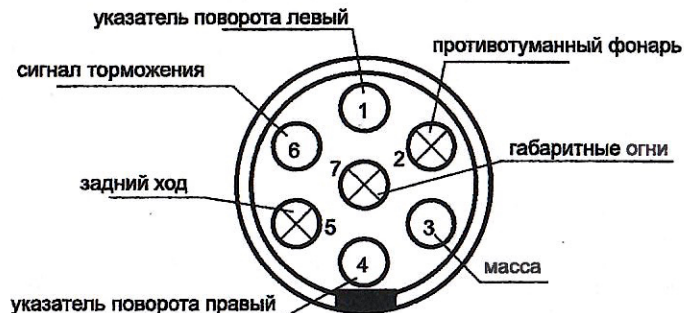

РИС. 2 СХЕМА ПОДКЛЮЧЕНИЯ ЭЛЕКТРООБОРУДОВАНИЯ
- подключить провода от клемм розетки к бортовой сети автомобиля в соответствии со схемой Рис.2 с помощью разветвителей проводов;